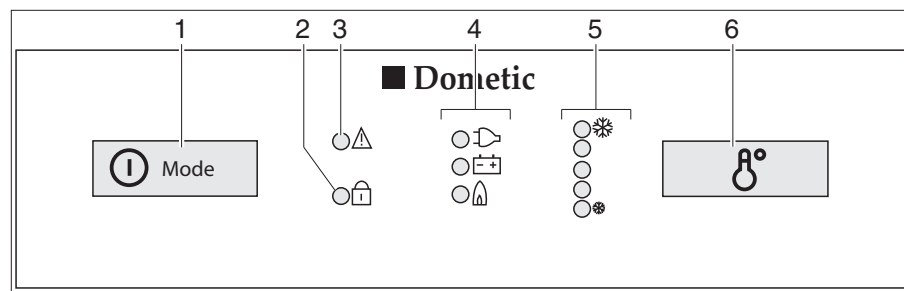

Fig. 319 Boutons de commande pour le réfrigérateur (Dometic Série 8 avec SMSE)
- Appuyer sur le commutateur/sélecteur de source d'énergie (Fig. 319,1) pendant 2 secondes pour mettre l'appareil en marche. La DEL du dernier mode de fonctionnement sélectionné s'allume.
- Si nécessaire, appuyer brièvement plusieurs fois sur le commutateur/sélecteur de source d'énergie (Fig. 319,1) jusqu'à ce que le voyant de contrôle gaz " " s'allume. L'arrivée de gaz est ouverte. L'allumage s'effectue de manière automatique. Un tic-tac est distinctement perceptible jusqu'à ce que la procédure d'allumage soit effectuée avec succès.
- Régler la température de réfrigération avec l'interrupteur réglage de la température (Fig. 319,6).
- Si nécessaire, appuyer brièvement plusieurs fois sur le commutateur/sélecteur de source d'énergie (Fig. 319,1) jusqu'à ce que le voyant de contrôle 230 V "⚡" s'allume.
- Si nécessaire, appuyer brièvement plusieurs fois sur le commutateur/sélecteur de source d'énergie (Fig. 319,1) jusqu'à ce que le voyant de contrôle 12 V "⊖" s'allume.